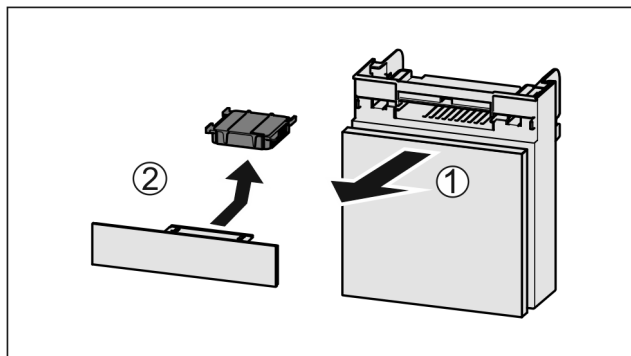

Fig. 181
- ▶ Træk rummet fremad Fig. 181 (1).
- ▶ Tag aktivkulfilteret Fig. 181 (2) ud.